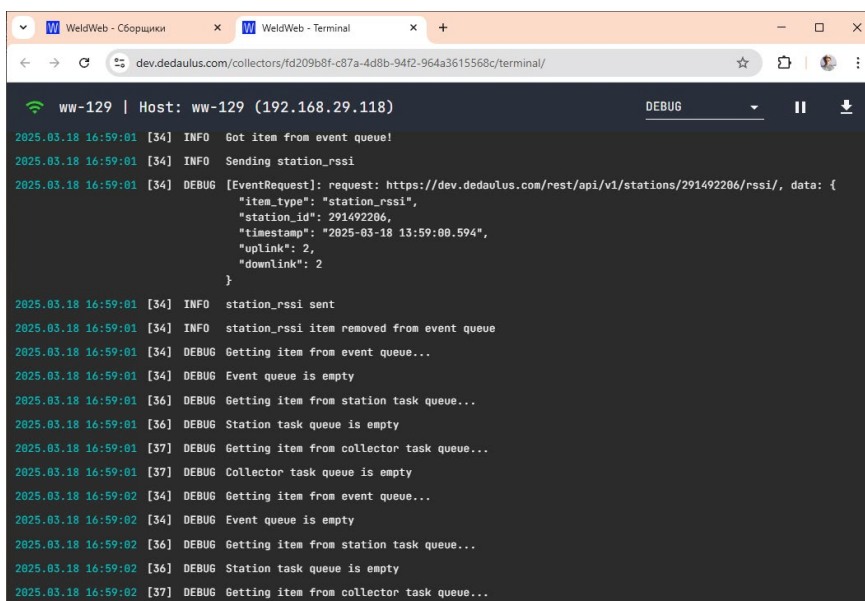

Рис. 17 – Страница мониторинга работы Сборщика данных
- **Уровень логирования** — принимает одно из четырех значений: 1) ERROR, 2) WARNING, 3) INFO, 4) DEBUG. Нажатие на значение открывает новую вкладку со страницей с мониторингом событий работы Сборщика данных в реальном времени (Рис. 17). В правом верхнем углу страницы расположена кнопка выгрузки хронологии событий в файл с расширением *.log.